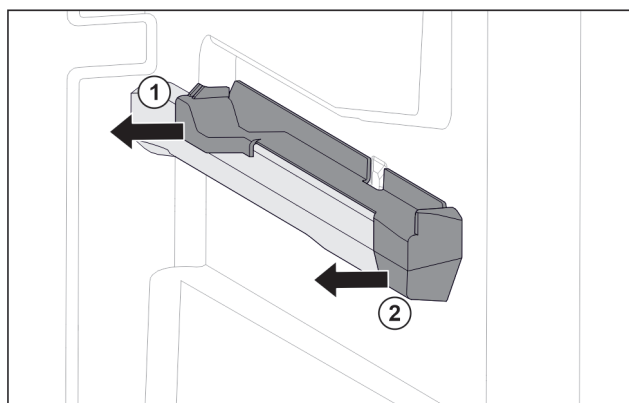

Fig. 61 Aufsteckteil auf der rechten Behälterrippe
- Aufsteckteil hinten zur Seite abziehen. Fig. 61 (1)
- Aufsteckteil vorne zur Seite abziehen. Fig. 61 (2)